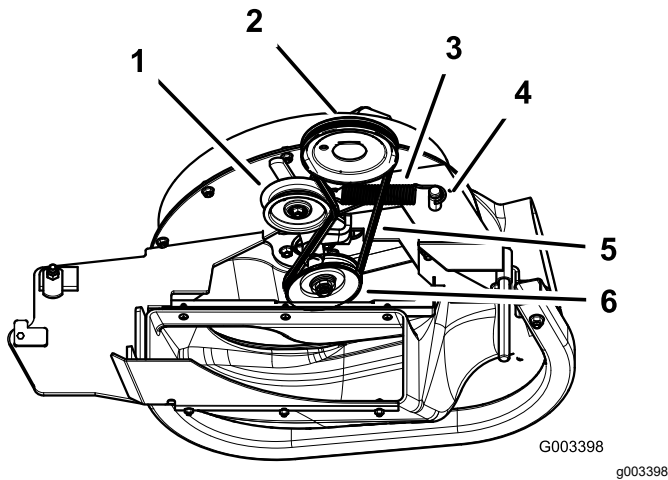

Figure 14
1. Sur les plateaux de 152 et 183 cm, chaussez la courroie sur la poulie de ventilateur (Figure 14).